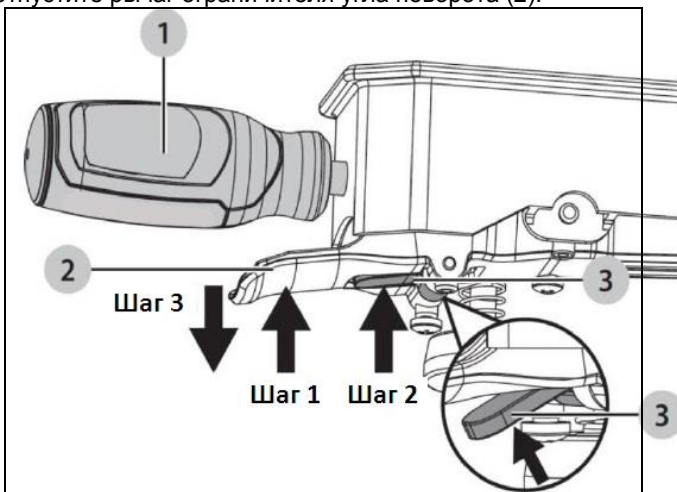

Рисунок 4
Блокировка ограничителя Рис.4: Конструкция станка позволяет поворотному столу свободно перемещаться под любым желаемым углом. При ослабленной ручке фиксации угла поворота(1) и нажатом рычаге ограничителя угла поворота (2) (шаг 1), потяните блокиратор ограничителя (3) вверх (шаг 2) и отпустите рычаг ограничителя угла поворота (2) (шаг 3) для того, чтобы иметь возможность свободно миновать жесткие упоры на шкале поворота. Чтобы снять блокировку ограничителя и позволить поворотному столу опираться на жесткие упоры, нажмите и отпустите рычаг ограничителя угла поворота (2).